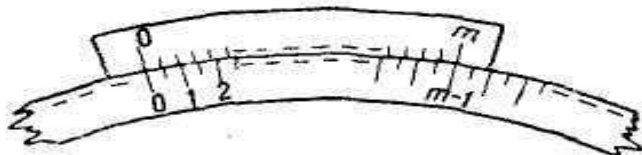

Рис.3
**Круговой нониус** представляет собой небольшую дуговую линейку, скользящую вдоль круга (**лимба**), разделенного на градусы или на ещё более мелкие деления (рис. 3). На линейке нанесены деления также в количестве  $m$ , общая длина которых равна  $(m - 1)$  делениям лимба, т. е.  $m\alpha = (m - 1)\beta$ , где  $\alpha$  и  $\beta$  - выраженные в градусах или минутах цены делений нониуса ( $\alpha$ ) и наименьшего деления лимба ( $\beta$ ).